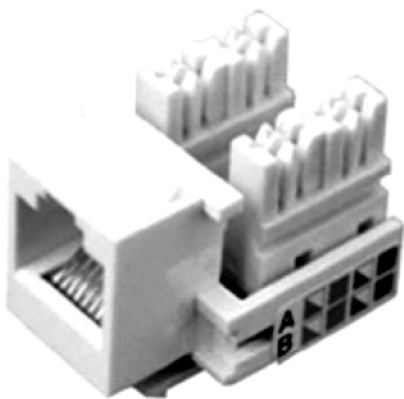

图 6-29 网络信息模块
2) 网线从入户线盒中引入,可以通过网络信息模块进行电路的连接,如图6-29所示为典型网络信息模块。